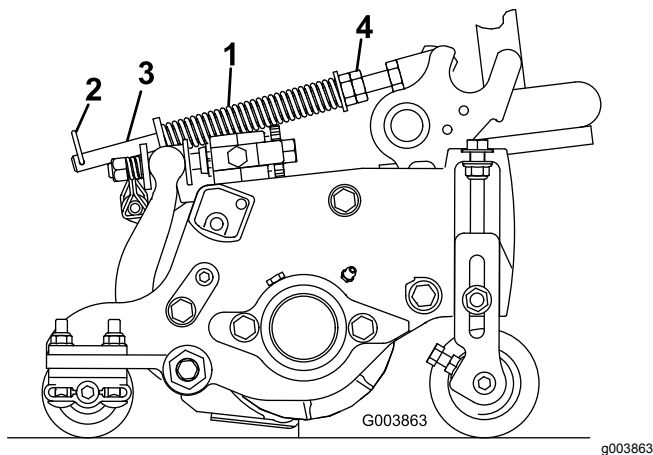

Figura 19
1. Asegúrese de que el pasador de horquilla está instalado en el taladro del extremo de la varilla del muelle (Figura 19).
2. Apriete las tuercas hexagonales del extremo delantero de la varilla del muelle hasta que la longitud comprimida del muelle sea de 15,9 cm; consulte Figura 19.